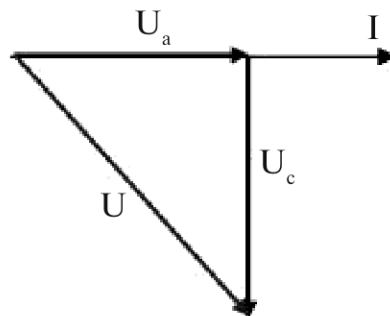

Рис. 12. Векторная диаграмма цепи
3. Построить векторную диаграмму тока и напряжений цепи (рис.12):